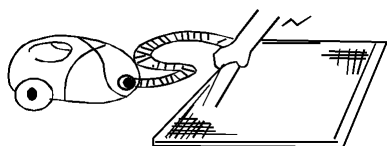
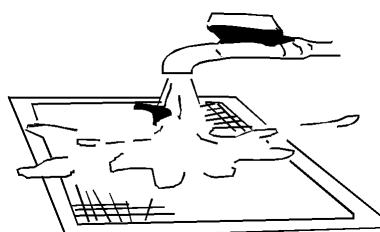

Fig. 1
Fig. 2
- A entrada de ar lateral deve estar virada para cima quando o aspirador de pó for utilizado. (Vide Fig. 1.) A entrada de ar lateral deve estar virada para baixo caso água seja utilizada. (Vide Fig. 2)